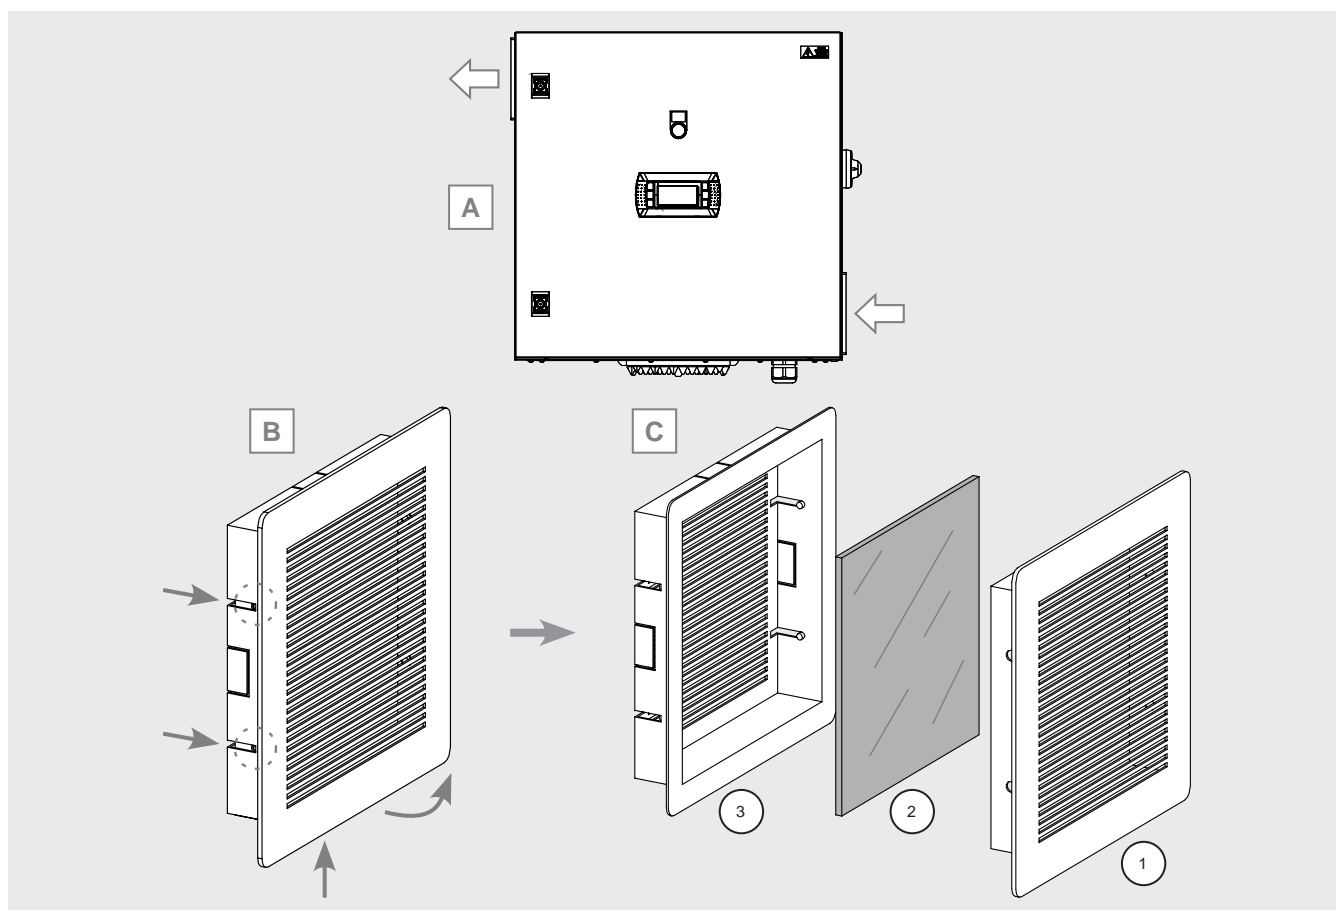

Abbildung 39
- Ermitteln Sie den Einbauort der Luftgitter. Der Einbauort hängt von der Art der installierten Schalttafel ab. Schauen Sie in der mit dem Schaltschrank gelieferten Dokumentation nach. Das Lufteinlassgitter befindet sich beispielsweise auf der rechten unteren Seite, das Luftauslassgitter auf der linken oberen Seite. Siehe Abbildung 39 A.
- Stecken Sie die Spitze eines Schlitzschraubendrehers in die Kerbe im unteren Profil des Gitters (1) und heben Sie es vorsichtig an. Achten Sie darauf, die Dichtungen nicht zu beschädigen. Falls erforderlich, heben Sie die seitlichen Kerben, mit denen das Gitter an der Halterung (3) befestigt ist, vorsichtig an. Siehe Abbildung 39 B und C.
- Entfernen Sie das Gitter (1) und achten Sie darauf, dass die Filter (2) auf der Rückseite nicht herunterfallen. Die Filter können je nach Installationsart unterschiedlich sein. Überprüfen Sie den Zustand der Filter und tauschen Sie sie ggf. aus. Siehe Abbildung 39 B und C.
- Bringen Sie das Gitter (1) und die Filter (2) wieder an und achten Sie darauf, dass das Gitter (1) in den seitlichen Aussparungen der Halterung (3) befestigt wird. Siehe Abbildung 39 B.